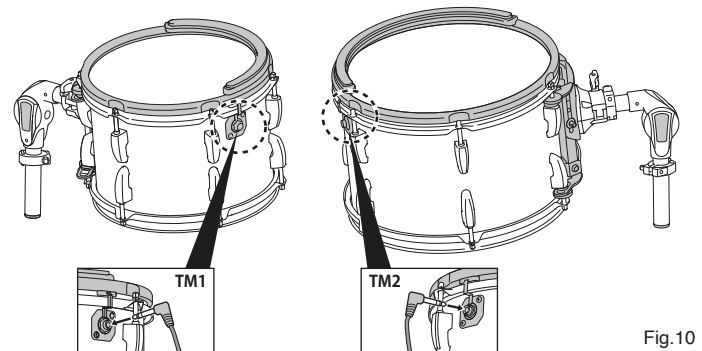

Fig.10
3. Insert "Tom" cables (**TM1~TM3**) into the Toms from Module (Fig.10 & 11).
ケーブル **TM1~TM3** を各ジャックに接続します (Fig.10,11)。